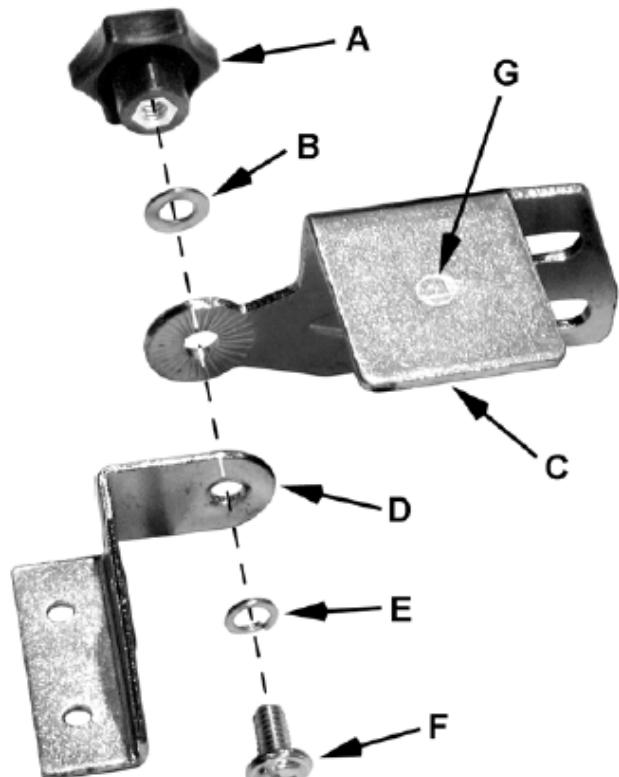

Рисунок 1
- 2 Скоба (D) (см. примечание)
- 2 Ручка замка (A)
- 2 Искрогаситель (C) (см. примечание)
- 2 1/4"x1/2" Винт (F)
- 2 1/4" Шайба (B)
- 2 1/4" Шайба-гровер (E)
Примечание: Скоба (D) и искрогаситель (C) имеют маркировку «L» (G, Рис. 1) для левой стороны и «R» для правой стороны.
- 1 Соберите левый искрогаситель и скобу экрана согласно Рис. 1 они имеют маркировку «L»
Примечание: Подручники бывают, левый и правый см. рис. 1 чтобы гарантировать правильность их установки.